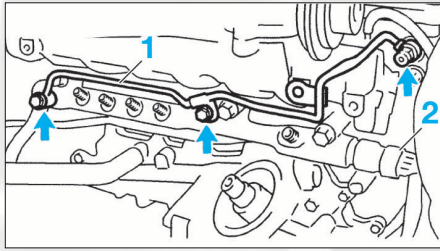

FIG. 52
- Déposer le tuyau de retour de fuite (1) (fig. 52).